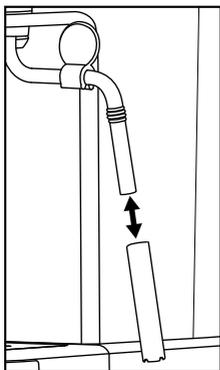

Figure 4
- 5) Retirez la gaine du mouseur à lait 10 (figure 4) et la nettoyer soigneusement à l'eau chaude.
- 7) Glissez à nouveau la gaine sur la buse (figure 4).